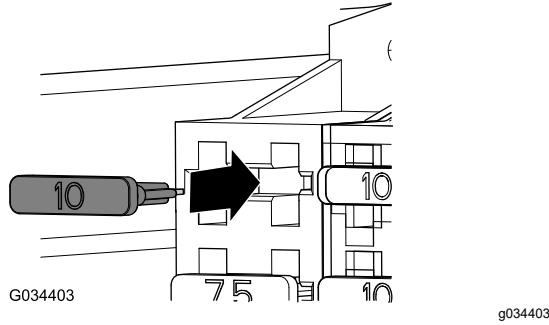

Figura 22
3. Montate il fusibile (10 A) nella presa del portafusibili per le luci LED (Figura 22).